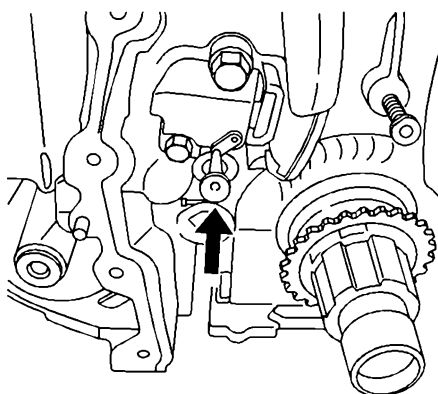

图 17-23 取出 T 字形零件
12) 按照图 17-23 所示, 把固定正时链条张紧器滑轨的 T 字形零件取下, 使正时链条重新张紧。